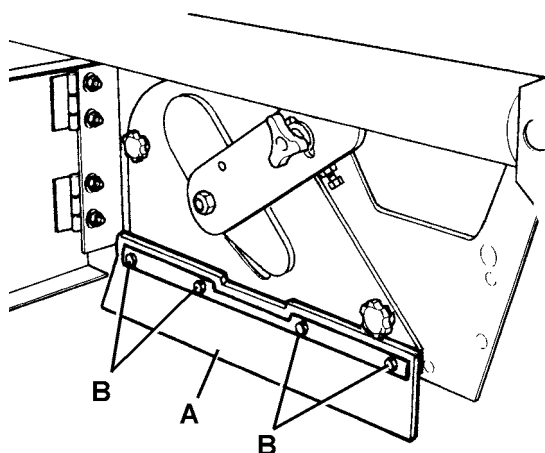
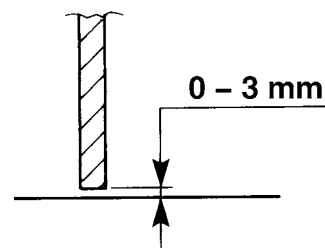

Figure 19
Figure 21
5. Dégager les dispositifs de retenue (8) et (6), puis ouvrir les portillons droit (7) et gauche (5).
6. Contrôler l'intégrité des volets latéraux (A, Fig. 19).
7. Contrôler que la hauteur des volets latéraux (A, Fig. 19) du sol est comprise entre 0 et 3 mm (voir Fig. 21).
Si besoin est, desserrer les vis (B, Fig. 19) et régler la position des volets. Enfin, serrer les vis (B).